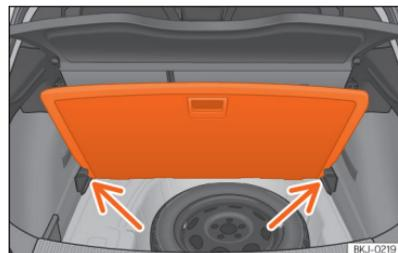

Abb. 140 Variabler Gepäckraumboden: geneigte Stellung.
- Legen Sie den Gepäckraumboden auf die dafür vorgesehenen Aufnahmen »» (Abb. 140) (Pfeile).